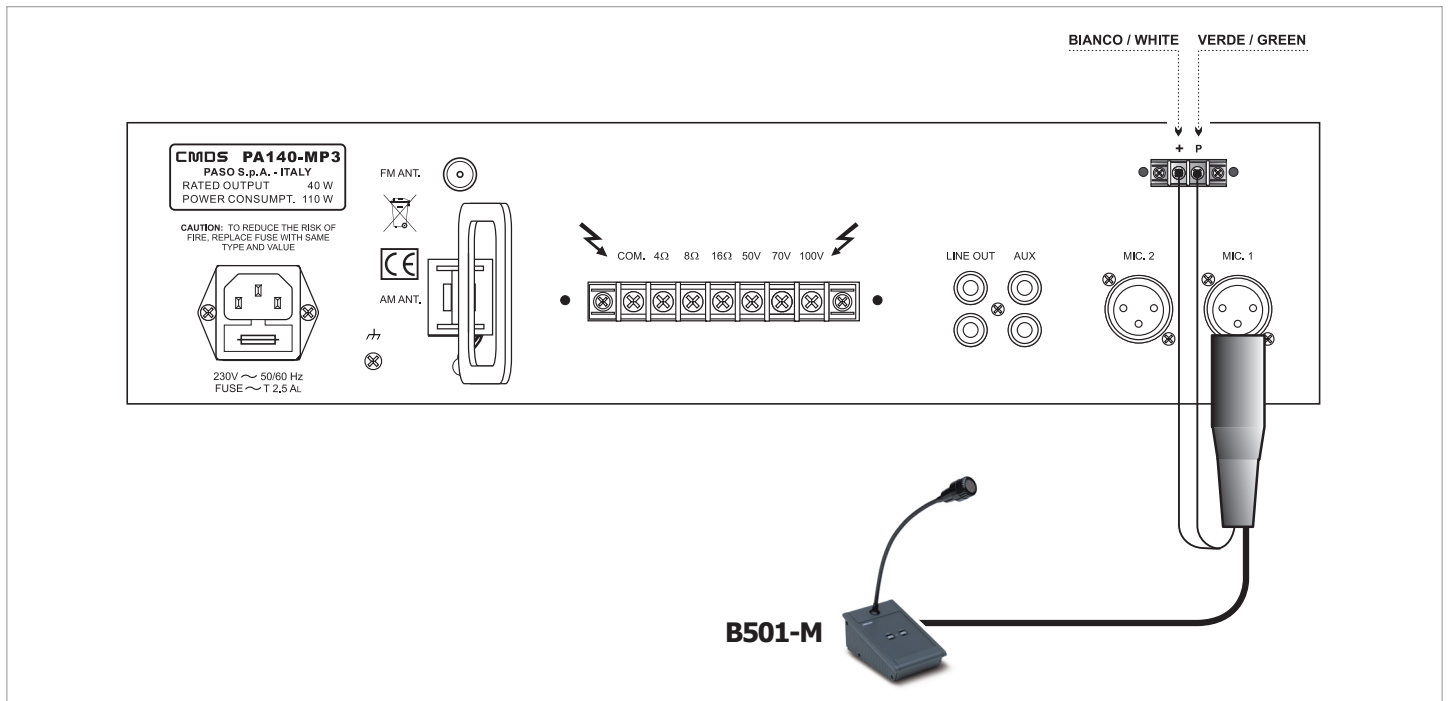

Fig. 3.3.1
Chiudendo i contatti della morsettiera **PRECEDENZA (10)** vengono ammutoliti i segnali provenienti dal lettore CD/MP3, dal tuner e dall'ingresso ausiliario. Per sfruttare efficacemente la funzione di precedenza è possibile utilizzare i microfoni PASO mod. **M906-C** e/o le basi **B501-M** e **B601-P**. In fig. 3.3.1 è riportato un esempio di collegamento.
On closing the contacts on the **PRECEDENCE** terminal strip (**10**) the signals from the CD/MP3 player, from the tuner and from the auxiliary input are muted. To exploit the precedence function effectively, it is possible to use PASO model **M906-C** microphones and or **B501-M** and **B601-P** bases. Figure 3.3.1 shows an example of a connection.